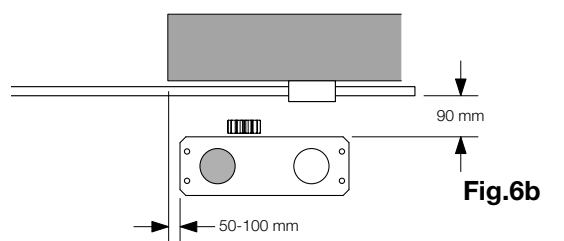

Fig.6b
- Fig. 6b installation avec moteur à droite